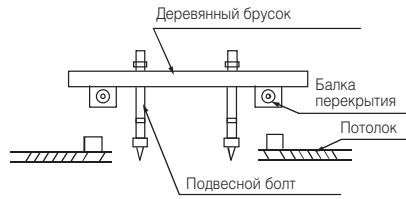

Рис. 5-5
- Смонтируйте подвесные болты в зависимости от типа конструкции (рис. 5.5 – 5.10)
**Деревянная конструкция:** Расположите деревянный брусок над балками перекрытия, затем закрепите подвесные болты (рис. 5-5).